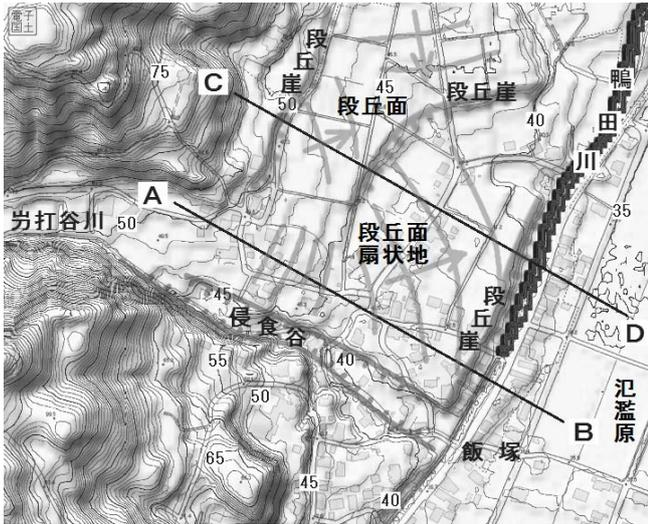
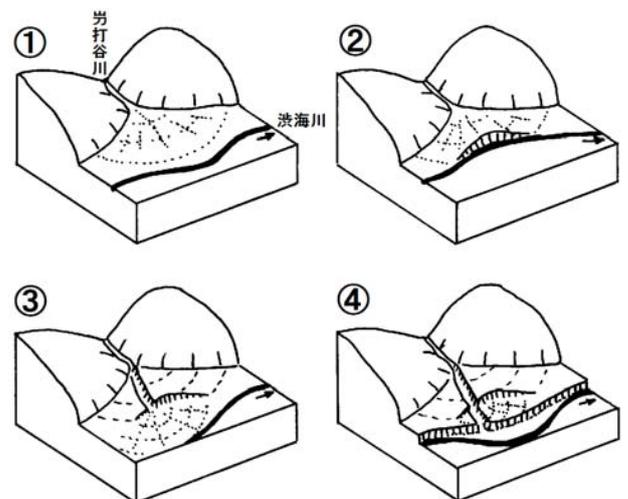

図3 飯塚付近の地形解析図 (断面図は図4)
図5 支流の扇状地と本流の河岸段丘の関係
私の解釈を図3に示します。図の右下は洪海川の氾濫原で、洪海川の河原より標高が1~2m高いだけの平地（谷底平野）です。鴨田川（用水路）のすぐ西の比高4~5mの直線的な崖は洪
地理院地図レベル18、5mメッシュ標高データを使用。等高線は1m間隔。カシミール3Dを使用して作成。数値は標高（m）。図3も参照。
支流のつくる扇状地の末端が侵食されたり、段丘面上に小型の扇状地が載ったりするのは、どのような地形形成過程があったのでしょうか。図3の微地形そのものを復元するような図を描くのは難しいので、扇状地が段丘化するケースを模式的に図5に示しました。①→②→③→④と進みます。